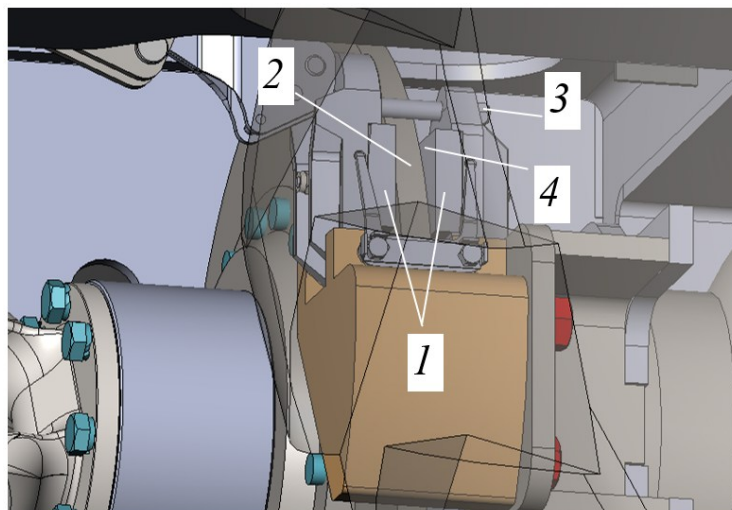

Рисунок 5.59. Контроль износа стояночного тормоза
- Проверить тормозной диск и тормозные колодки на предмет повреждений и износа, см. рис. 5.59. В случае обнаружения, заменить поврежденные элементы.
- Осмотреть тормозной диск 2 и тормозные колодки 1 на предмет повреждений и износа, см. рис. 5.59.